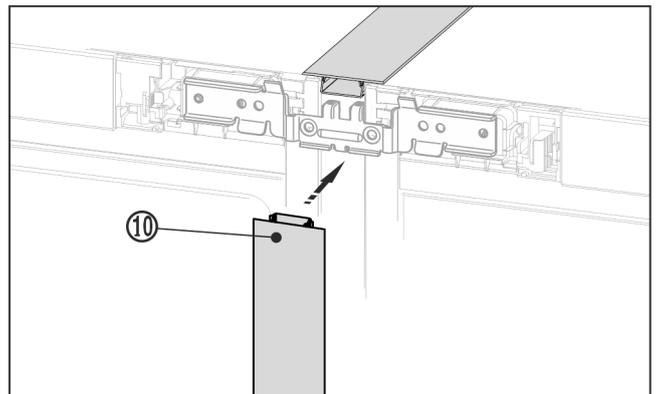

Fig. 23
- ▶ 在设备正面将长护板条 Fig. 23 (10) 压入垂直缝隙中。注意，护板条位于连接板上。